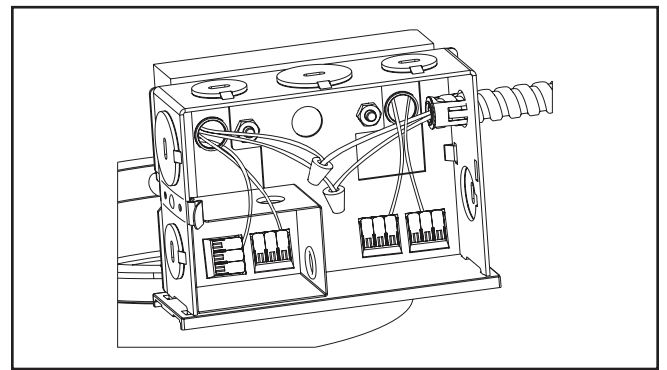

Figure 42.
2. Retirez le couvercle de la boîte de jonction (Figure 42).